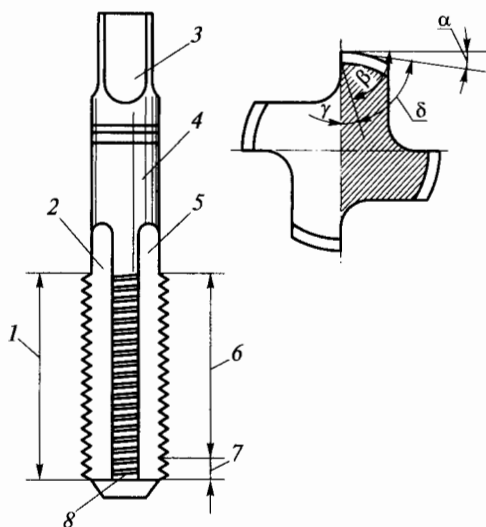

Рис. 3.10. Метчик
55. Назовите основные элементы метчика (рис. 3.10). Укажите назначения этих элементов: